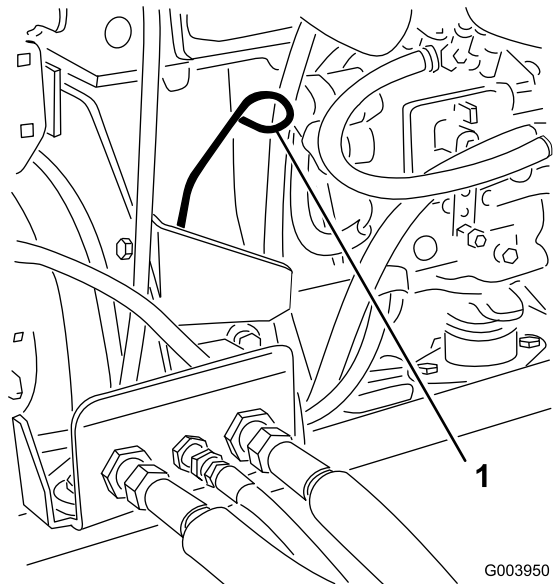

Bild 48
- Nehmen Sie den Peilstab heraus und wischen Sie ihn ab. Stecken Sie ihn dann ein (Bild 48).